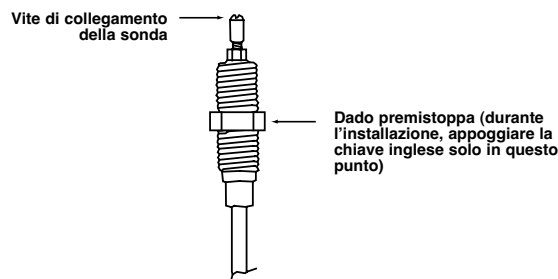

Figura 3 -
2. Avvitare bene, assicurandosi che la chiave inglese sia appoggiata **SOLO** al dado premistoppa. Vedere **Figura 3**.
3. Avvitare la custodia del trasmettitore/sonda sulla sonda. Vedere **Figura 3**. Non comprimere o tagliare il premistoppa.